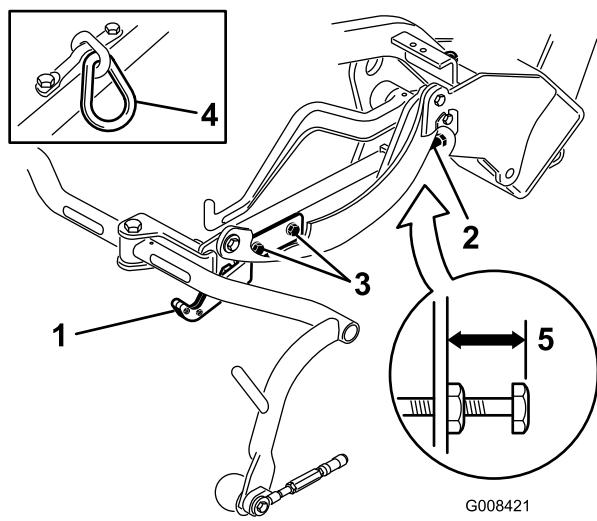
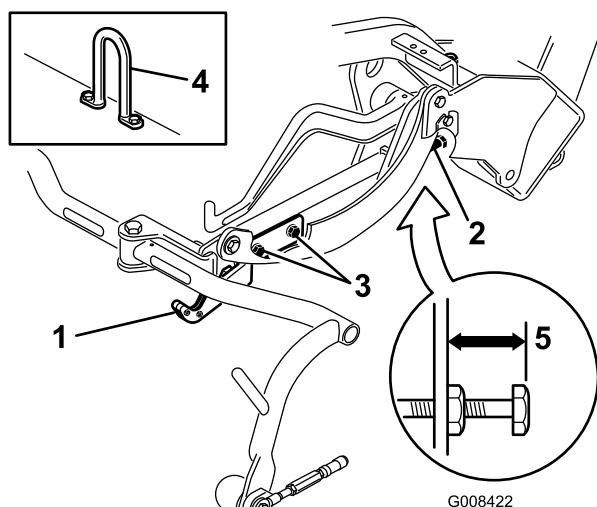
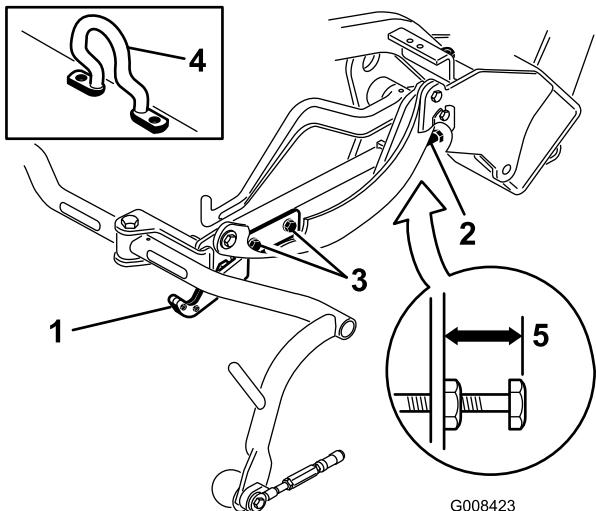

図 19
図 20
図 21
移動走行時の高さ（図 19 と 図 20）を点検し、必要に応じて調整します。
2. チェーン・リンクまたはストレート型の昇降フック（図 19 と 図 20, 插入図）のついているカッティングユニットでは、キャリア・フレーム調整ねじの上面からキャリア・フレームの背面までの距離が 22 mm になっていることを確認する。この距離が 22 mm になっていない場合は手順 4 へ進む。オフセット・リフト・リンク（図 21）のついているカッティングユニットの場合は、次のステップに進む。
3. オフセット・リフト・リンク（図 21）のついているカッティングユニットでは、キャリア・フレーム調整ねじの上面からキャリア・フレームの背面までの距離が 25 mm になっていることを確認する。この距離が 25 mm になっていない場合は手順 4 へ進む。
4. 移動走行プレート取り付けねじをゆるめる (図 19 と 図 20 と 図 21)。
7. キャリア・フレームの高さがそろっていない場合は、キャリア・フレーム調整ねじの上についているジャムナットをゆるめる (図 19 と 図 20 と 図 21)。高くするにはねじを外方向にまわし、低くするには内方向にまわす。調整ができたらジャムナットを締めて調整を固定する。